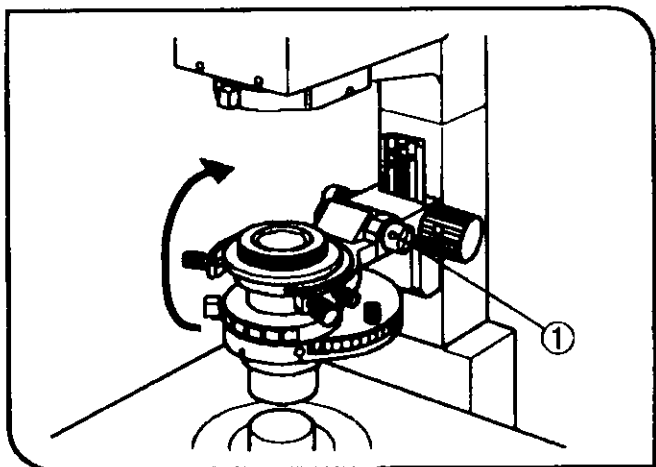

图 43
④ 如需检查孔径光阑的大小，请卸下目镜，直接从目镜筒中观察，就可以看到孔径光阑图象和物镜外缘。
④ 使用 U-BI90CT 双目观察筒时，将选项环拨到“CT”，或者，使用 U-CT30 对中望远镜时，也可以观察到孔径光阑。
## (3) 抬起聚光镜架 (图 43)
④ 如果要腾出工作空间，简化样品更换、显微操作器定位或从载物台边上安装物镜等操作，请抬起聚光镜架。